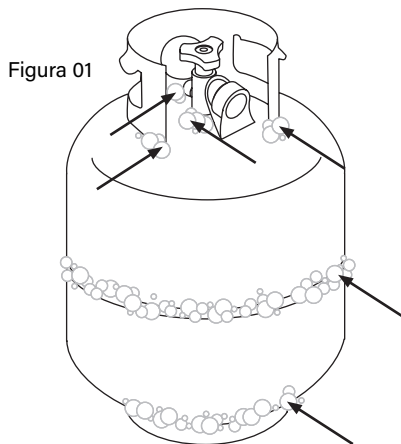

Figura 01
PASO 01 Cepille la solución jabonosa en las áreas de unión del tanque. (Indicado por flechas en la figura 01.)